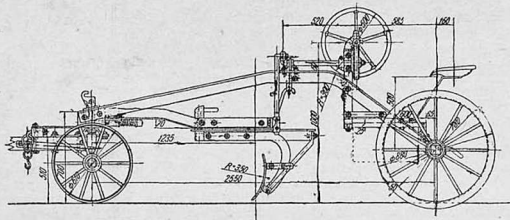

Рис. 1. Грейдер легкого типа, изготовленный на Онежском заводе
Рис. 1. Схема зажигания рабочей смеси в двигателе ГАЗ. 1—провод первичной обмотки катушки; 2—бронированный провод; 3—провод отрицательного полюса батареи аккумулятора; 4—наковальня прерывателя; 5—неподвижный контакт; 6—подвижный контакт; 7—молоточек прерывателя; 8—пружина молоточка; 9—первичная обмотка катушки; 10—провод; 11—провод; 12—кулачковая муфта прерывателя; 13—вторичная обмотка катушки; 14—пружинающий контакт ротора; 15—металлическая пластинка ротора; 16—контакты распределителя, залитые в корпусе распределителя; 17—внешние концы контактов распределителя; 18—латунные пластинки; 19—гайка свечей для зажима проводов; 20—центральные электроды свечей; 21—электроды массы; 22—конденсатор; 23—диск прерывателя; 24—рычажок диска прерывателя, соединяющийся с ручным рычажком опережения зажигания; 25—провод; 26—провод.
б) проверяют положение контактов прерывателя 5 и 6 (рис. 1) — замкнуты или нет, и если они не замкнуты, то вращают пусковой рукояткой коленчатый вал до тех пор, пока контакты не замкнутся;
3) снять провод 1 с клеммы выключателя (рис. 1) и соединить эту клемму изолированным проводником с молоточком прерывателя 7 (удобно прижать конец провода к пластинке, соединенной с молоточком, настоящей или деревянной пробкой, вставленной в отверстие, в которое ввертывается бронированный провод).
Если сгорел амперметр, нужно непосредственно соединить провода 25 и 26 (рис. 1).
На рис. 1 изображен легкий дорожный грейдер, изготовляемый Онежским заводом.